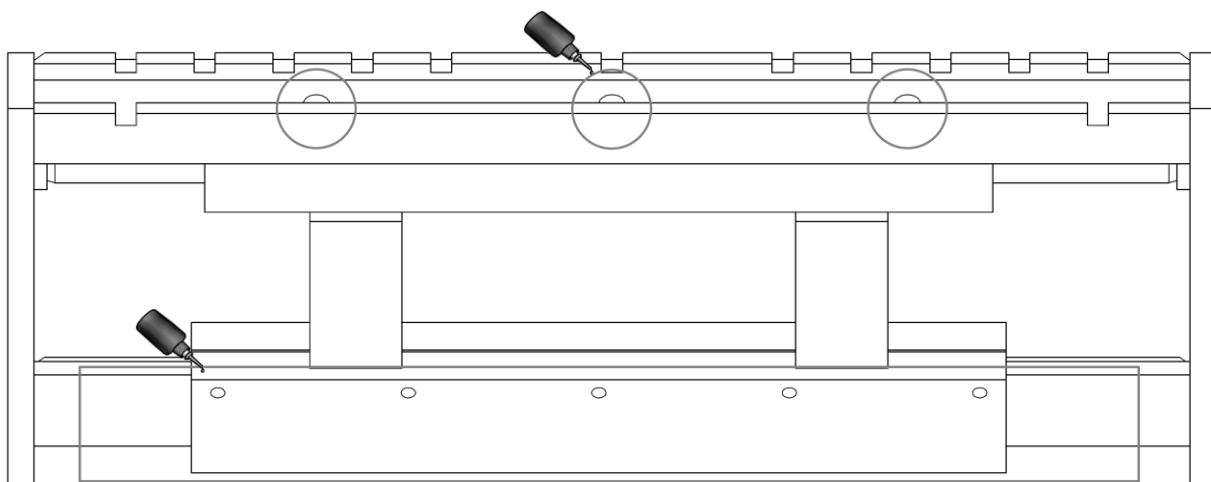

Figura 14
1. Lubrificare i componenti di scorrimento mediante gli appositi ingrassatori (vedi *Figura 14*).
2. Lubrificare i lardoni di scorrimento e la relativa barra di scorrimento (vedi *Figura 14*).